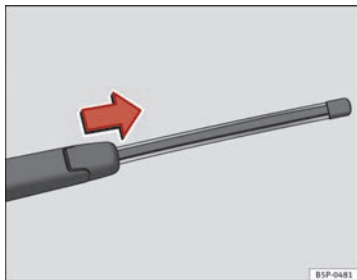

Abb. 131 Heckwischerblatt abnehmen
- Klappen Sie den Scheibenwischerarm von der Heckscheibe weg ⇒ Abb. 131.
- Schieben Sie den Wischerblattadapter in Pfeilrichtung und ziehen Sie das Wischerblatt ab ⇒ Abb. 131.